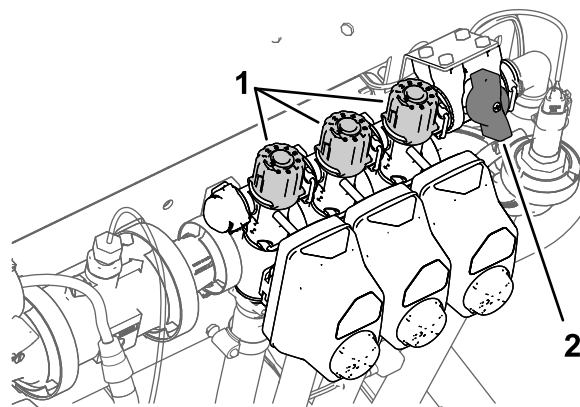

図 38
9. 左ブームをOFF にし、ブームバイパスノブ 図 38 を使って、先ほどと同じ水圧表で求めた水圧に調整する。
11. 右ブームのブームバイパスノブ 図 38 を使って、先ほどと同じ水圧表で求めた水圧に調整する。
13. 中央ブームのブームバイパスノブ 図 38 を使って、先ほどと同じ水圧表で求めた水圧に調整する。